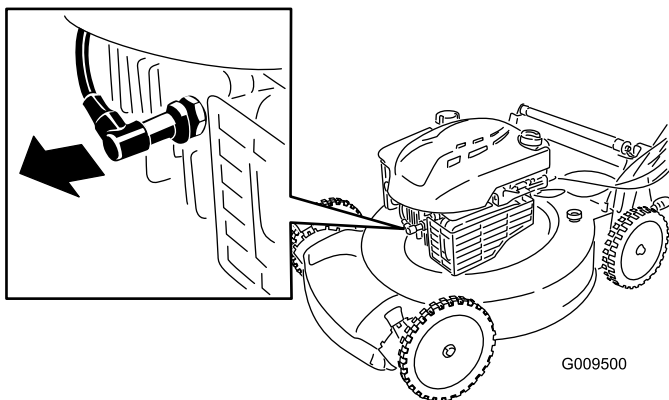

Bild 15
2. Ziehen Sie das Zündkabel von der Zündkerze ab, bevor Sie Wartungsarbeiten ausführen (Bild 15).